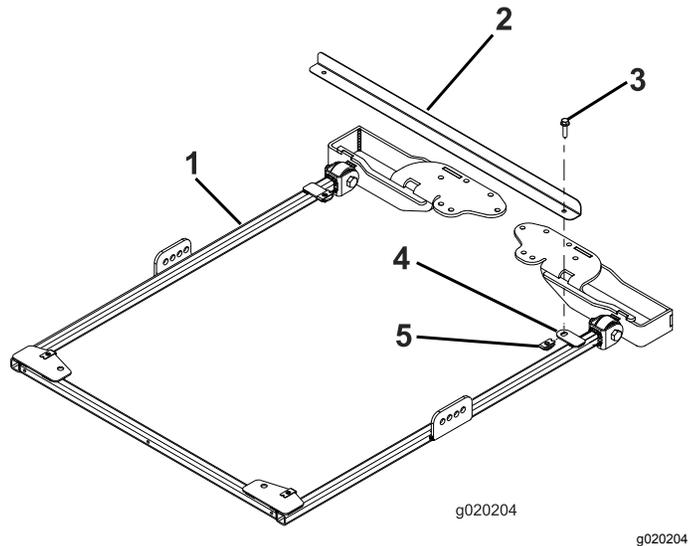

Bild 11
- Zum richtigen Ausfluchten des Rahmens befestigen Sie die Rahmenausfluchtungsstange mit zwei Bundkopfschrauben ($\frac{5}{16}$ " x $1\frac{1}{4}$ ") an den Befestigungsnasen hinten am Sonnendachrahmen, wie in **Bild 11** abgebildet.